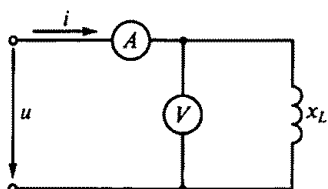

Рис. 93
3.47. Напряжение на зажимах цепи, показанной на рис. 93, $u = 100\sin 314t$. Каковы показания амперметра и вольтметра, если $x_L = 100$ Ом?